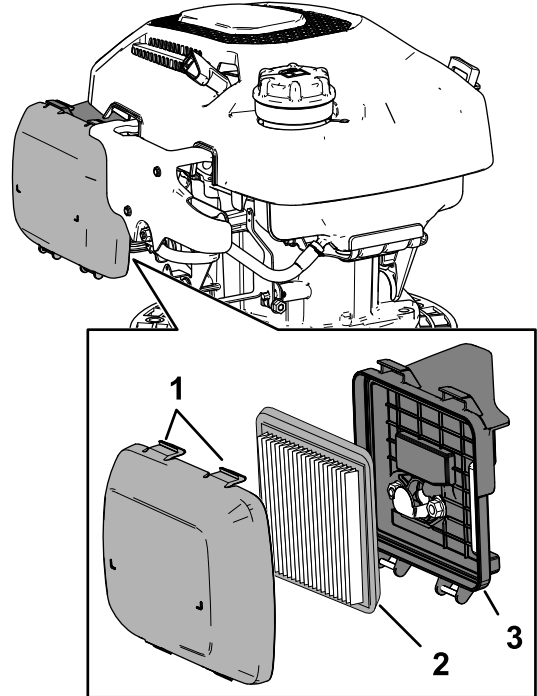

Bild 33
1. Drücken Sie die Verriegelungslaschen oben an der Luftfilterabdeckung nach unten (Bild 33).
3. Nehmen Sie den Filtereinsatz heraus (Bild 33).